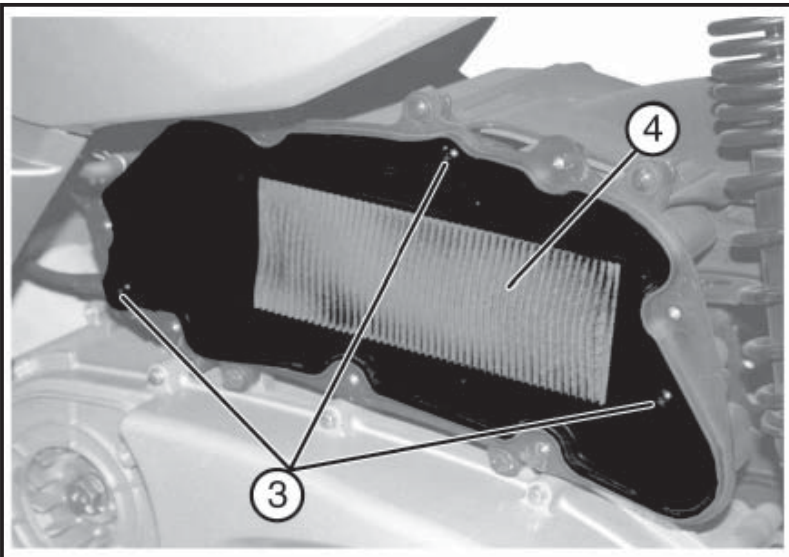

Fig. 02
- Desatornille los tres tornillos «3 - Fig. 02».
- Retire el elemento filtrante «4 - Fig. 02».